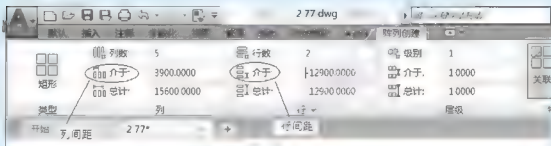

图 2.76 阵列对话框
- AutoCAD 2018版的【阵列】命令是三维阵列,其经典模式工作空间内没有【阵列】对话框,但“草图 and 注释”工作空间内的【阵列】命令有对话框,如图2.76所示。